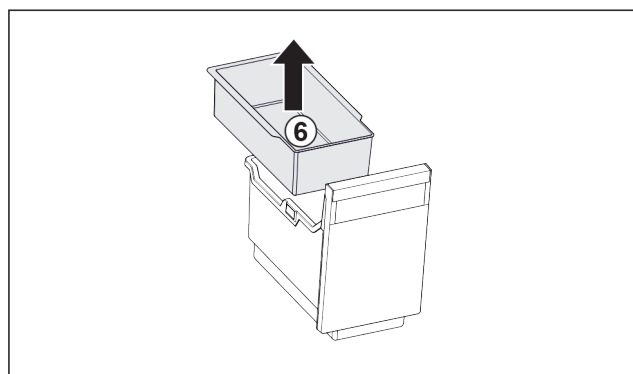

Fig. 23
- ▶ Odoberte závesnú misku Fig. 23 (6).